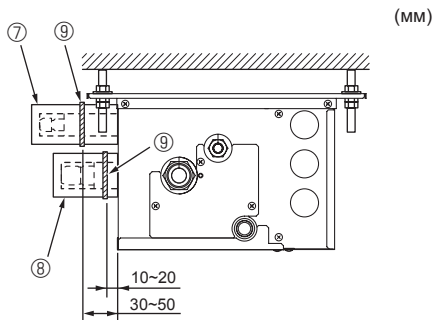

Fig. 7-5
► Выполните следующие процедуры, относящиеся к деталям ответственной коробки, которые не подключены к внутреннему прибору. (Fig. 7-5)
- (1) Для предотвращения утечек хладагента, убедитесь в том, что конусные гайки затянуты в соответствии со значениями крутящего момента\*, указанными в Таблице 3.